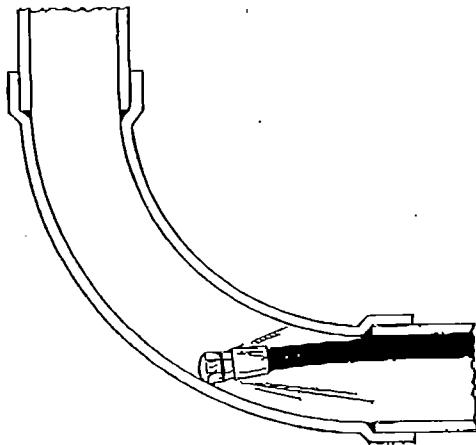

図 4
- 手前にホースを少し引張って、ホースを $1/4$ — $1/2$ 周を回転しながら、排水管に送り込む。(図4、5)